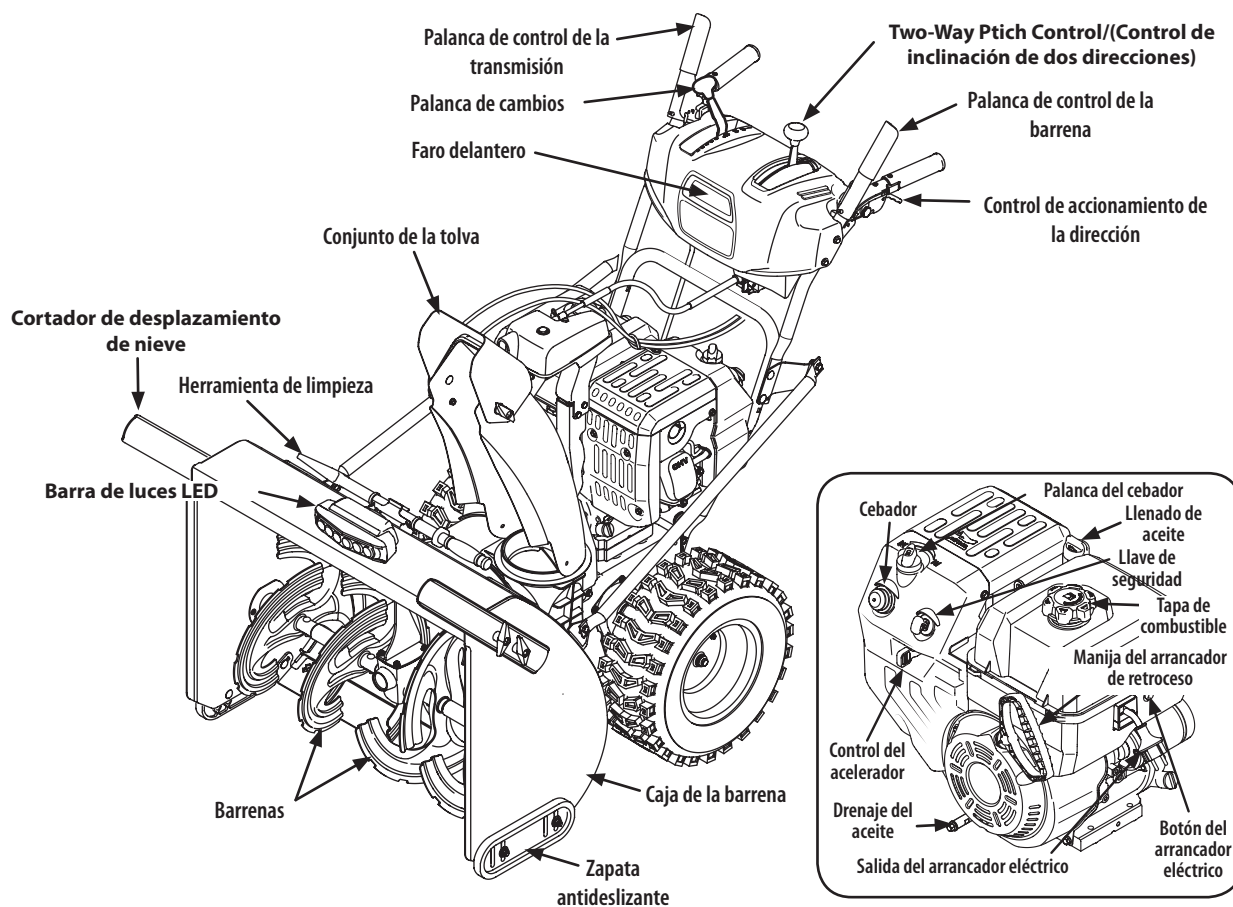

Figura 17
Ahora que ya ha ajustado su máquina quitanieves para el funcionamiento, es importante familiarizarse con sus controles y características. Consulte la Figura 17.
1. Retire el tapón de llenado de aceite/la varilla de medición y limpie la varilla de medición de aceite. Consulte el recuadro de la Figura 17.